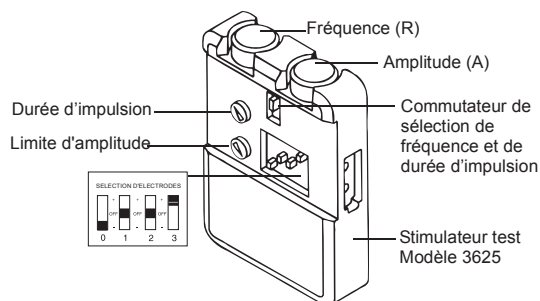

Figure 28. Réglage du stimulateur test.
1. Vérifier les réglages du stimulateur test (Figure 28) :
- Fréquence (R) sur 15 Hz
- Amplitude (A) sur Arrêt
- Interrupteurs de sélection des plots réglés comme indiqué à la Figure 28 (ou réglage permettant une réponse optimale du patient)
- Le bouton A (Amplitude) du stimulateur test pouvant être réglé par le patient, il est possible de limiter l'amplitude maximum. Pour cela, régler la commande Limite d'amp. (Figure 28) sur une valeur inférieure adaptée aux besoins de stimulation du patient.
7. Programmer une évaluation finale. La stimulation test dure généralement 3-5 jours ; elle ne doit pas dépasser sept (7) jours, afin de limiter les risques d'infection.